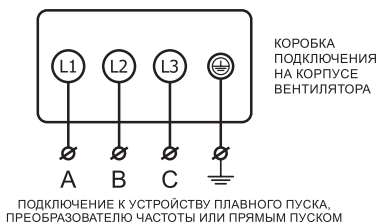

Рисунок 2
12.1 Заводское соединение обмоток двигателей предполагает их работу от трехфазной сети переменного тока с напряжением 380 В. Двигатели вентиляторов необходимо подключать в соответствии с разрешенной схемой соединения (см. рисунок 2, 3).